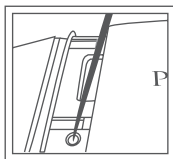

Fig. 1.12
5. Utilice un objeto de punta fina (p. ej., la punta de un destornillador de 2 mm) para pulsar y soltar el botón de activación de calibración (**Fig. 1.12**). El probador entrará en modo de calibración con un pitido. Todas las luces indicadoras (a excepción de las luces indicadoras de Metal y “Low Batt” (potencia baja de las pilas)) se iluminarán en modo de luces de marcha. Ahora, el probador estará listo para iniciar la calibración.